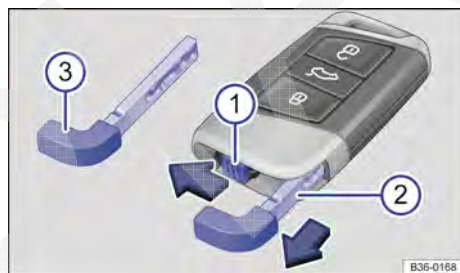

Fig. 73 Chave do veículo: destravamento da chave de emergência.
Legenda para Fig. 73:
- ① deslizar a trava na direção da seta.
- ② Retirar a chave de emergência no sentido da seta.
- ③ Destravar ou travar o veículo com a chave de emergência.
Na chave do veículo se encontra uma chave de emergência → Fig. 73 ③ para destravamento e travamento manual do veículo.